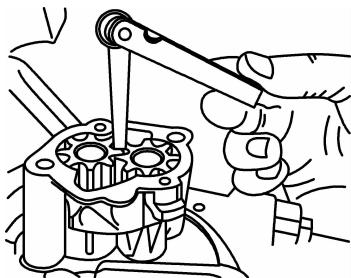

图 3-14 检查机油泵的齿隙
(1) 机油泵齿隙的检查。如图 3-14 所示,检查机油泵的齿隙。新的机油泵齿隙应为 0.05mm;磨损极限为 0.20mm。